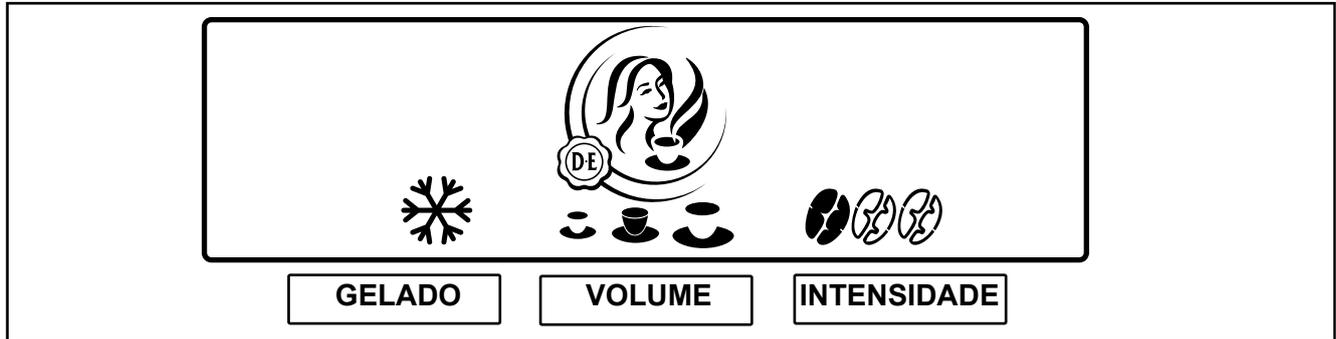

Fig. 15
A sua máquina dispõe de possibilidades de pré-seleção. Durante a instalação, o técnico da assistência técnica eventualmente ativou estas possibilidades de pré-seleção. Ao selecionar os botões de pré-seleção, o display exibe as seguintes possibilidades de pré-seleção (Fig. 15):
2. Prima o botão de pré-seleção „**GELADO**“ para ativar esta pré-seleção. O símbolo para GELADO é exibido. (Fig. 15)
2. Prima o botão de pré-seleção „**VOLUME**“ para ativar esta pré-seleção. São exibidos três símbolos de xícaras (pequena - média - grande). (Fig. 15)